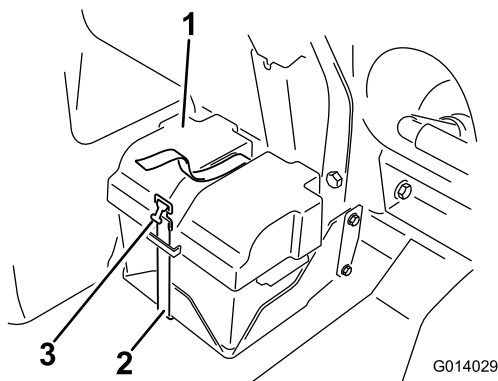
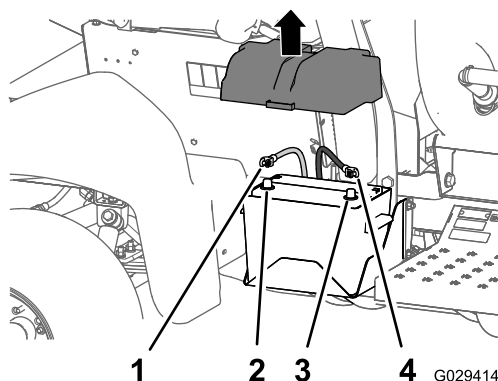

Figura 2
Figura 3
1. Staccate il coperchio della batteria e scollegate il cavo negativo (nero, di terra) dal polo della batteria (Figura 2 e Figura 3).
2. Staccate il cavo positivo (rosso) dal polo della batteria (Figura 3).